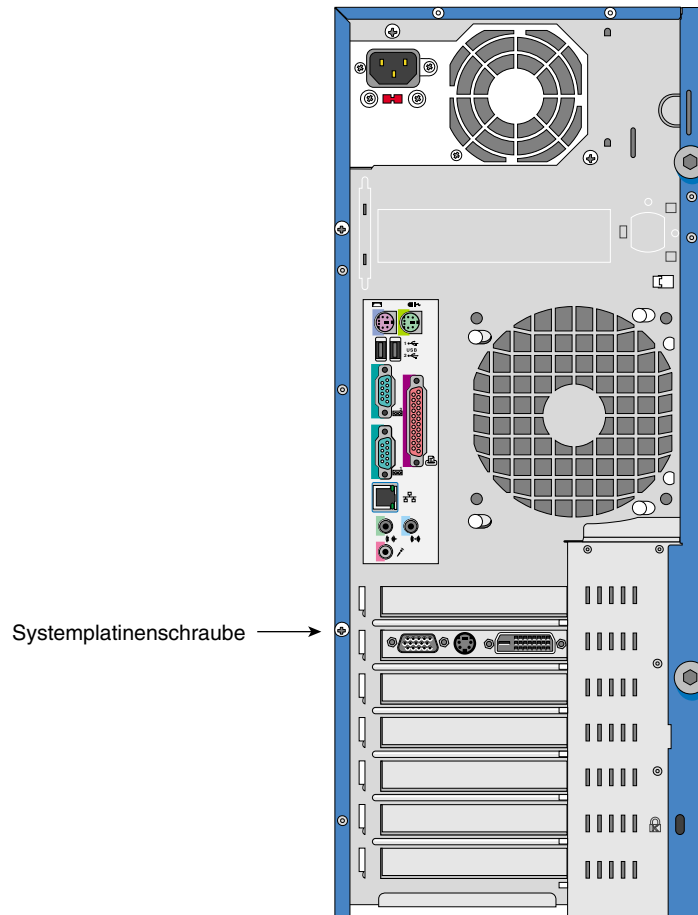

Abbildung 2-21 Lage der Systemplatinenschraube
5. Lösen Sie die Systemplatinenschraube. Abbildung 2-21 zeigt die Lage der Schraube.
5. Schrauben Sie die Systemplatinschraube in die Halterung. Die Lage der Systemplatinschraube geht aus Abbildung 2-21 auf Seite 44 hervor.